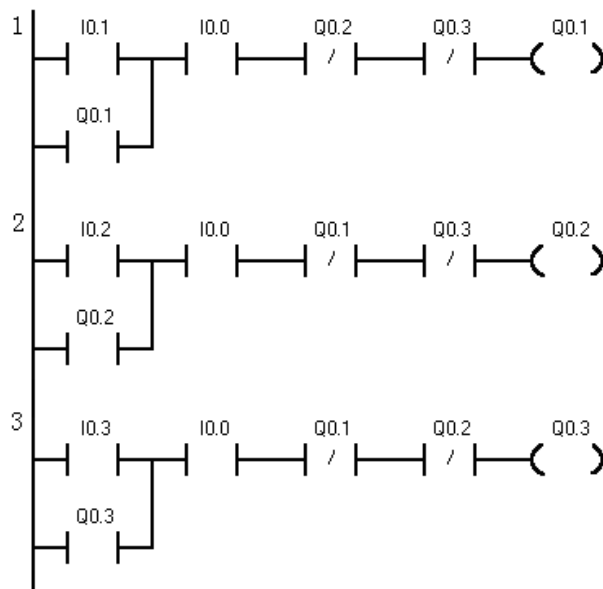

图 2-1-8
6. 解：I/O 地址分配见表 2-1-1，梯形图如图 2-1-8 所示。